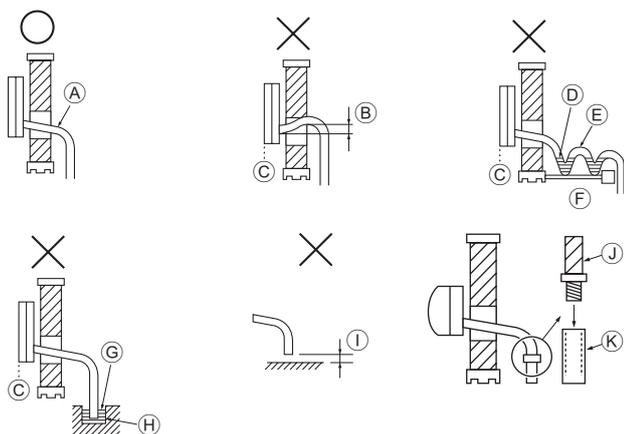

Fig. 5-1
- Ⓓ Изолянта ③
5.1. Дренажные трубы (Fig. 5-1)